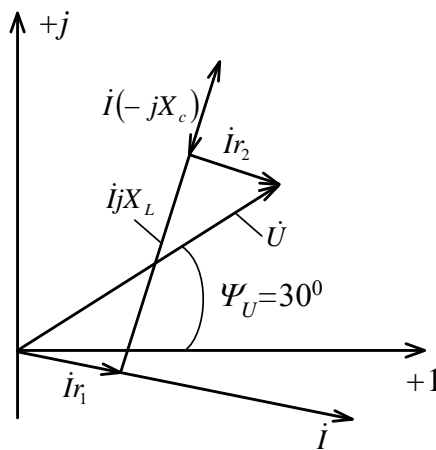

Рис.9
Порядок построения векторной диаграммы (рис.9):
- 4).пристраивая к сумме предыдущих векторов $\dot{I}r_2$ параллельно току \dot{I} , получаем вектор напряжения \dot{U} на входе цепи. Векторная диаграмма приведена на рис.9.